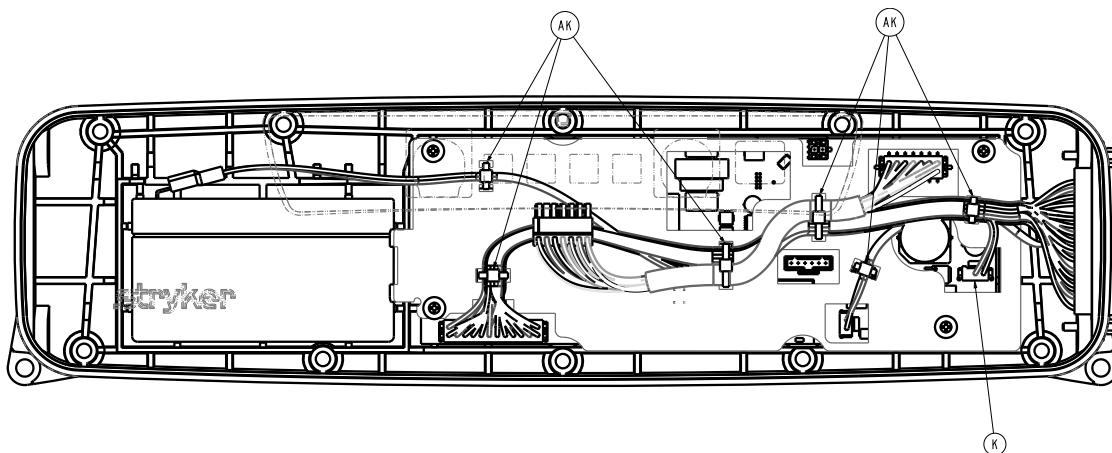

Figure 15 – Attaches de câbles
11. À l'aide d'un coupe-fil, couper le serre-câble (AK) qui fixe le câble d'alimentation au plateau d'acheminement des câbles (Figure 15).
9. À l'aide d'un coupe-fil, couper les quatre serre-câbles (AK) qui fixent le câble à 37 broches au plateau d'acheminement des câbles (Figure 15).